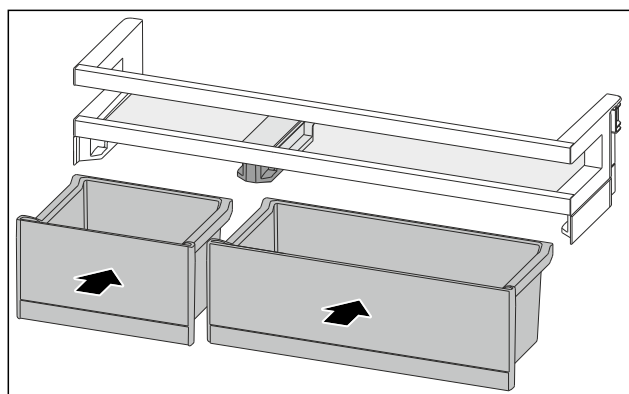

Fig. 189
- Vendosni kutitë VarioBox në rendin e kundërt. (shihni Fig. 189)